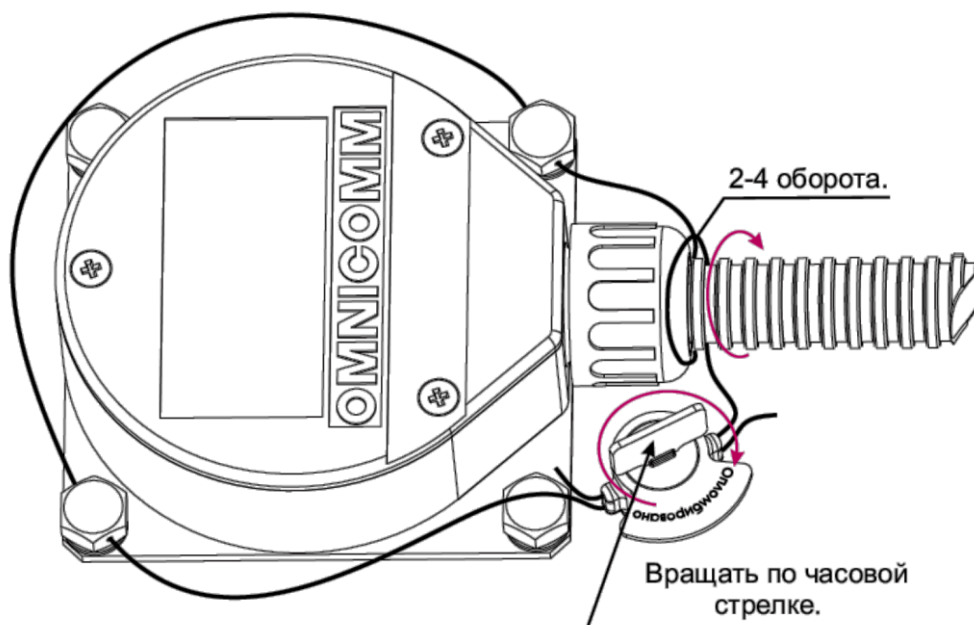

Рисунок 28
- 2) Продеть пломбировочную проволоку через отверстия в двух болтах, обмотать проволоку вокруг металлорукава, как показано на рисунке (Рисунок 28) и концы проволоки провести через отверстия пломбы.